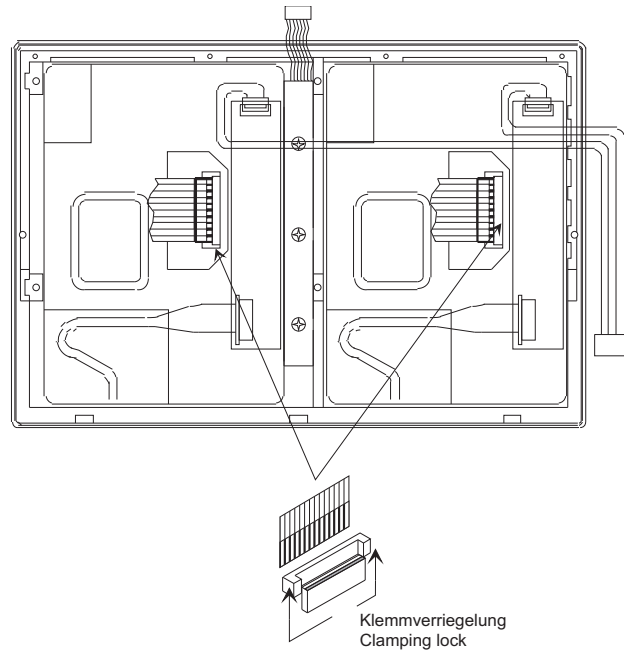

Bild 4-16: Lösen der Flachbandkabel am Display
7. Lösen Sie die Steckverbindungen der flexiblen Flachbandkabel am Display. Entfernen Sie die Flachbandkabel. Achten Sie darauf die Flachbandkabel nicht durch Verkantungen zu beschädigen. (Bild 4-16)